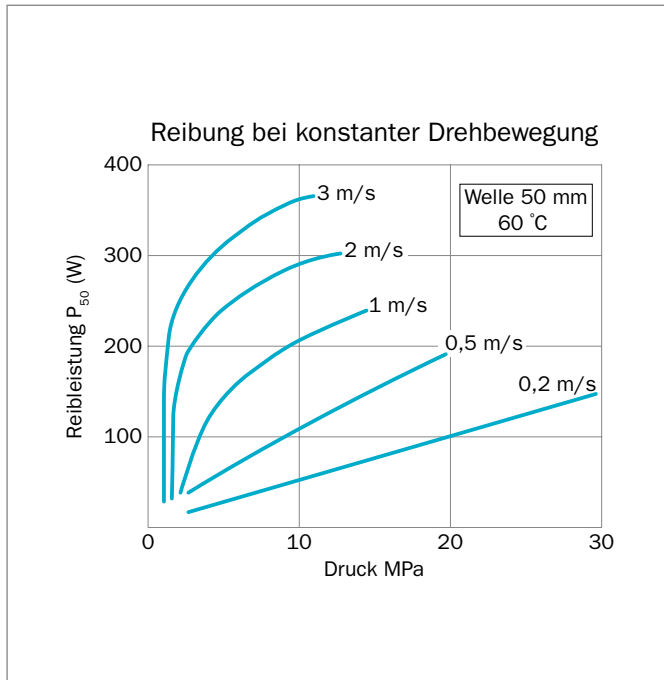

Abbildung 153: Reibleistung für Turcon® Roto VL Seal®
Richtwerte für die Reibleistung (P) können aus dem Diagramm in Abbildung 153 ermittelt werden. Die Werte werden als Funktion der Reibgeschwindigkeit und des Betriebsdrucks für einen Wellendurchmesser von 50 mm bei einer Öltemperatur von +60 °C angegeben. Bei höheren Temperaturen sind die Betriebsgrenzwerte zu reduzieren.